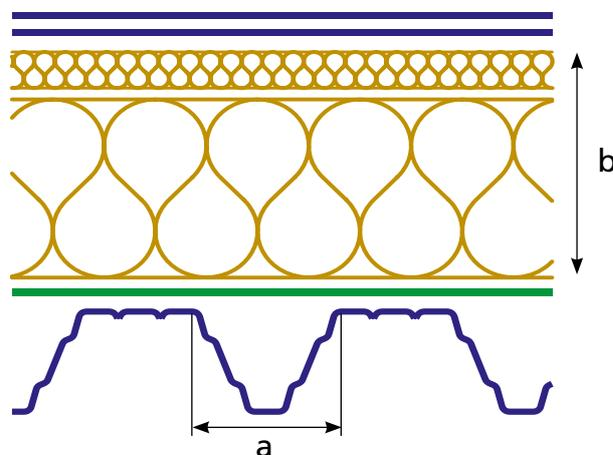

Рис. 3.2. Соотношение толщины утеплителя и расстояния между гофрами профлиста ( $b \geq a/2$ )
**3.2.5.** Укладка утеплителя по оцинкованному профилированному листу без дополнительных выравнивающих слоев (ЦСП-плит или плоского шифера) возможна, если толщина слоя утеплителя больше половины расстояния между гребнями профлиста, т.е.  $b \geq a/2$  (см. рис. 3.2).